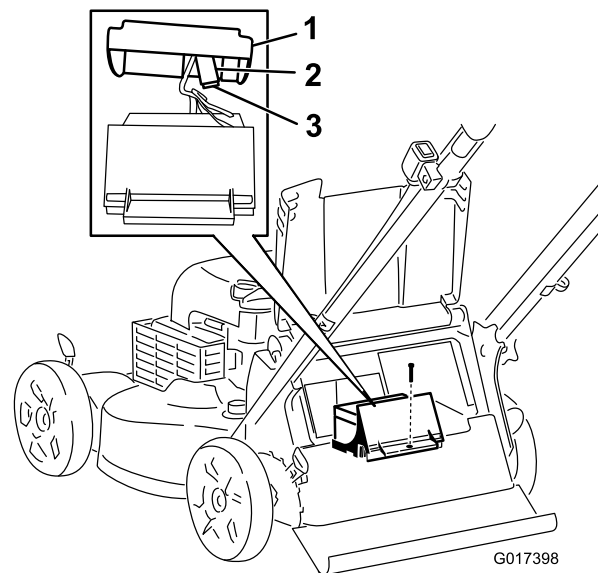

Figura 24
4. Cambie el fusible del portafusibles (Figura 24).